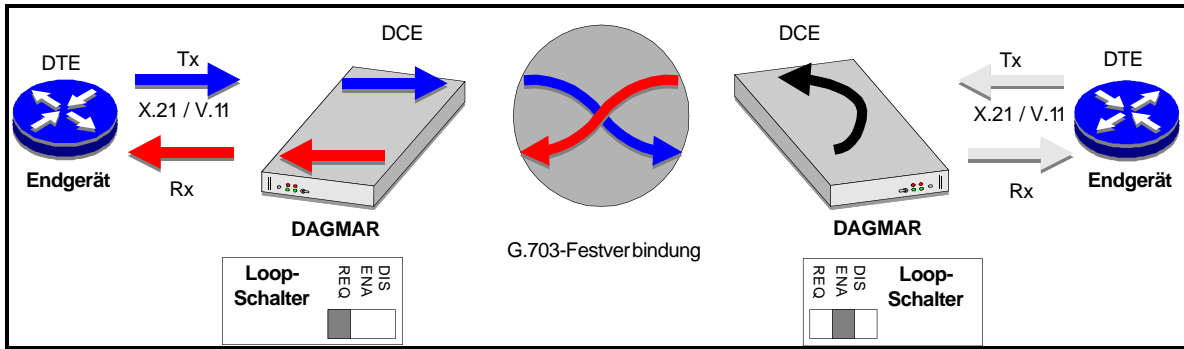

Abbildung 4-2: Remote Loop
REQ	Request: Prüfschleife im entfernten Konverter einschalten: Die Sendedaten des lokalen Endgerätes (TX) werden im entfernten Terminaladapter zurückgeschleift (RX) (siehe Abbildung 4-2)